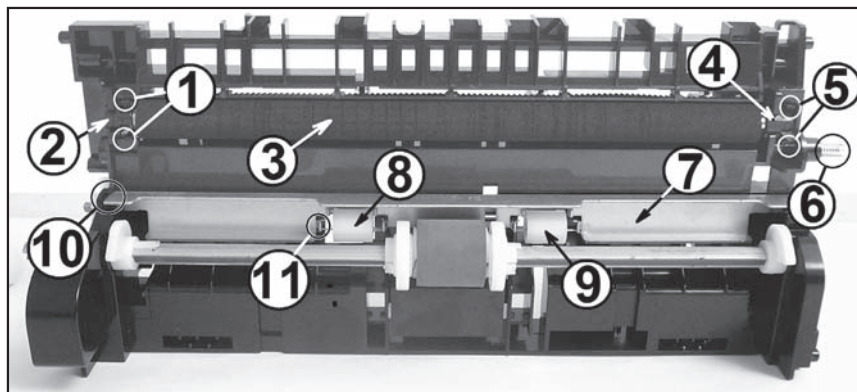

Рис. 25
2. Пинцетом освобождают фиксаторы 1 (рис. 25) левого бушинга 2 вала переноса 3. Перемещают левую сторону вала в сборе с бушингом к себе до выхода бушинга за пределы корпуса. Далее перемещают вал влево до выхода его правой стороны из посадочного отверстия правого бушинга 4 и снимают вал с узла в сборе с левым бушингом и пружиной. Удерживая вал переноса, перемещают левый бушинг влево и снимают его в сборе с пружиной с оси вала.
3. Освобождают фиксаторы 5 (рис. 25) правого бушинга, перемещают бушинг к себе и снимают его с узла.
(рис. 25) служит для подачи потенциала на вал переноса с контактной площадки платы источников питания через токопроводящий правый бушинг. Контактная часть пружины расположена в колодце с пазом, необходимым для установки/снятия пружины. При необходимости ее демонтажа снимают вал переноса в сборе с левым бушингом. Далее снимают правый бушинг и возвратную пружину правого бушинга с упора на основании узла, перемещают контактную пружину в правую сторону до выхода ее витков из колодца, вынимают по пазу из колодца прямую часть пружины и снимают ее с узла. Установку пружины правого бушинга выполняют в обратном порядке.